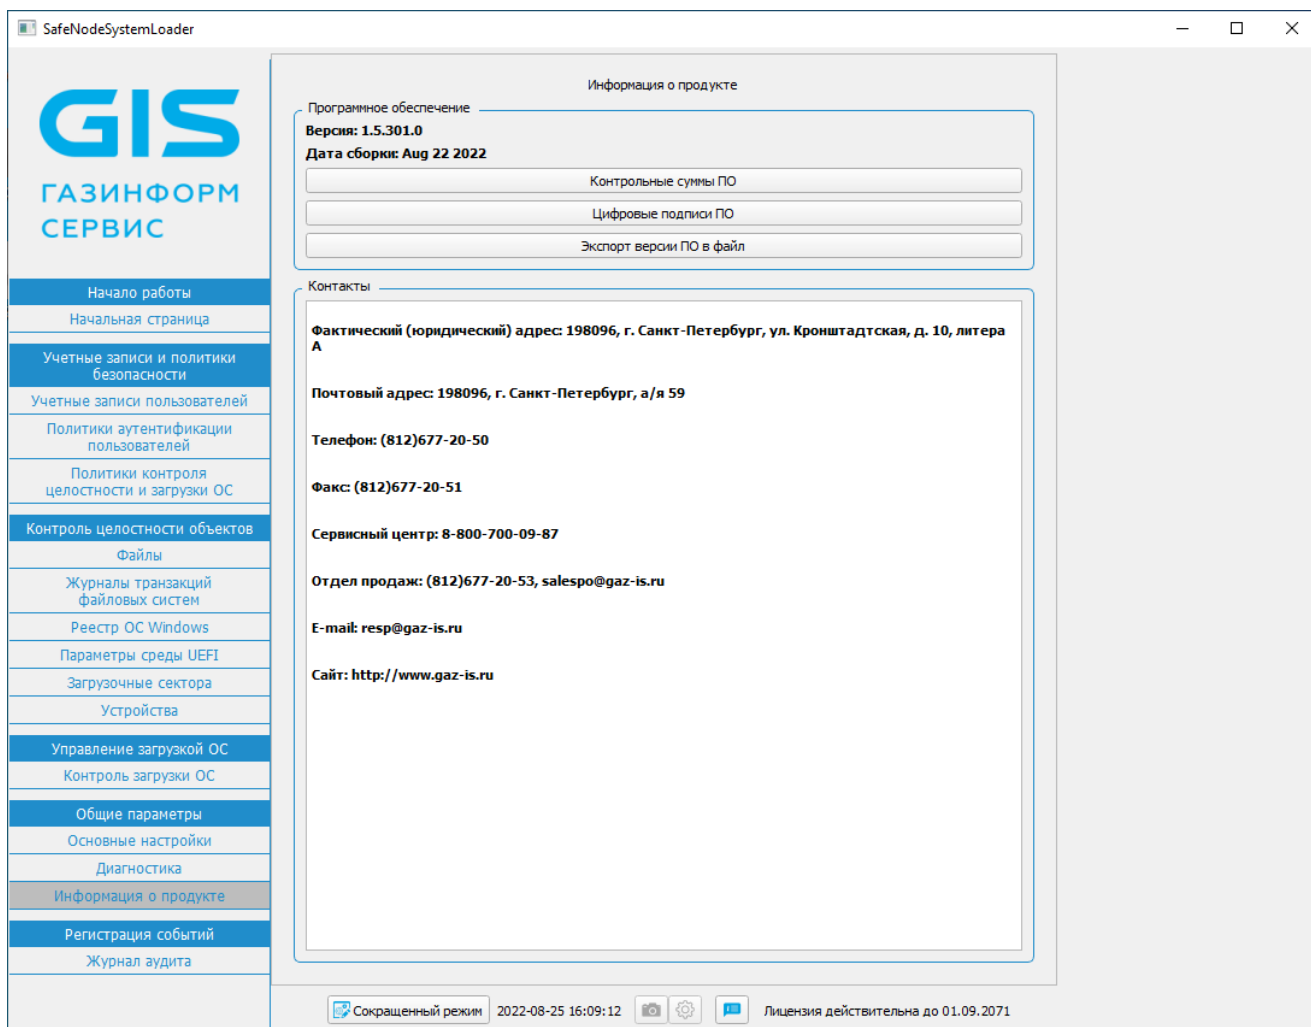

Рисунок 3.2 – Общая информация об изделии в консоли АБ Linux/Windows
3.4 Для просмотра сведений о предприятии-изготовителе изделия из графической консоли АБ Linux/Windows необходимо в главном окне консоли АБ Linux/Windows перейти в подраздел **«Информация о продукте»** (рисунок 3.2).